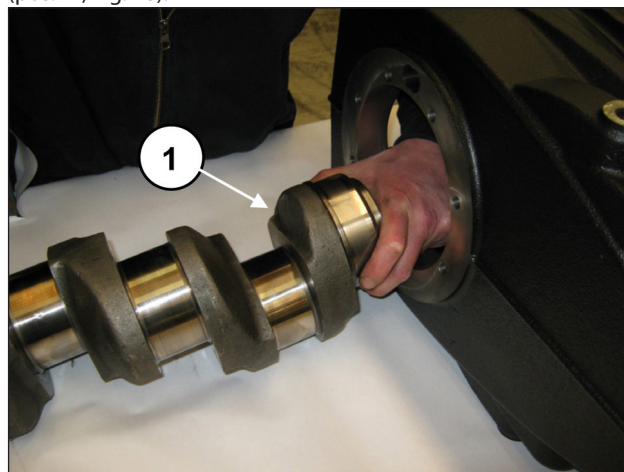
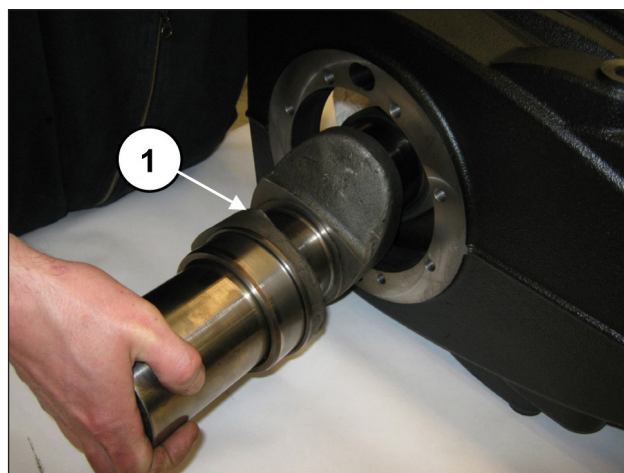

Fig. 47
Fig. 48
Introducir el eje desde el lado del PTO sin golpear los cilindros de las bielas montados anteriormente (pos. ①, Fig. 47) y (pos. ①, Fig. 48).